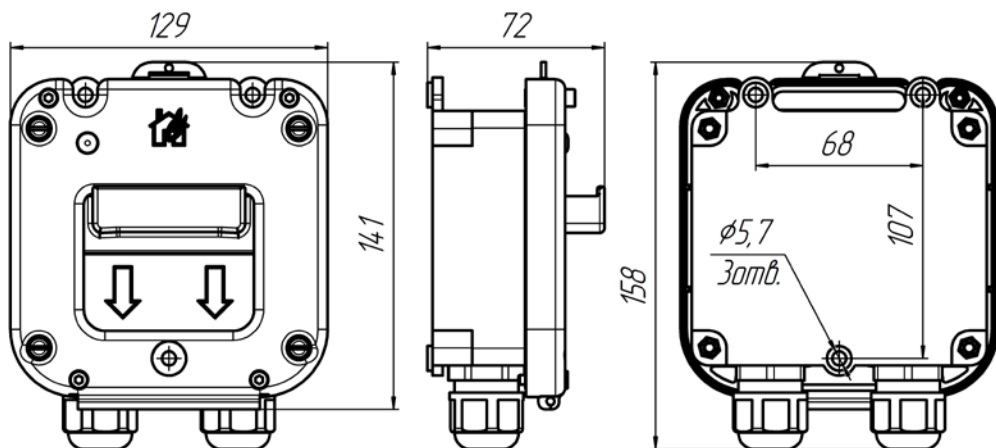

Рис.3. Габаритные размеры извещателя
2.4. Конструктивно извещатель состоит из пластикового корпуса, все части которого выполнены из антистатического пластика с поверхностным сопротивлением не более 10^9 Ом/см² при температуре $(23 \pm 2)^\circ\text{C}$ и относительной влажности $(50 \pm 5)\%$ в соответствии с ГОСТ 31610.0-2014 (IEC 60079-0:2011), основание которого с электронным блоком закрепляется на стене помещения. Затем лицевая панель с приводным элементом шурупами крепится к основанию. Корпус извещателя по требованию заказчика может быть оборудован герметичными пластиковыми кабельными вводами для подведения проводников диаметром от 6 до 12мм или от 13 до 18мм, герметичными вводами МКВ (см. таблицу) из нержавеющей стали марки 12Х18Н10Т, предназначенными для различных вариантов прокладки кабеля количеством 2 шт. Элементы конструкции извещателя показаны на рис.1. Габаритные размеры извещателя показаны на рис.3.